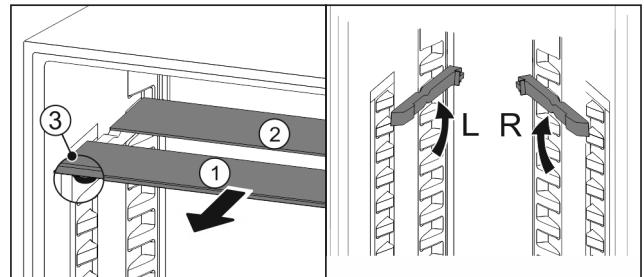

Fig. 125
- Glasplatten einzeln nach vorne herausziehen Fig. 125 (1).
- Glasplatte Fig. 125 (1) mit Zierleiste liegt vorne.
- Stopps Fig. 125 (3) zeigen nach unten.